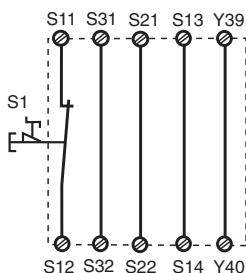
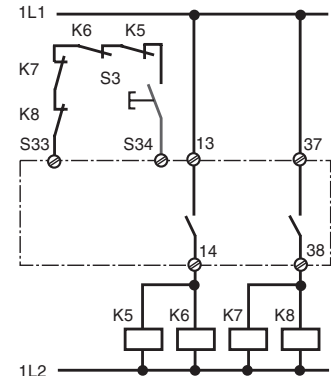

Fig. 2: Eingangskreis einkanalig, automat. Start/Single-channel input circuit, automatic reset/Commande par 1 canal, validation automatique
Fig. 10: wie Fig. 9 mit überwachtem Start/connection for contactors/relays and monitored reset/comme Fig. 8 avec surveillance du poussoir de validation
In Fig. 2 ... Fig. 10 sind Anschlussbeispiele für NOT-AUS-Beschaltung mit automatischem und überwachtem Start, Schutztüransteuerungen sowie Kontaktvervielfachung durch externe Schütze.
- Fig. 2 und 7: **keine** Verbindung S33-S34
- Fig. 2: Beachten Sie: Das Gerät startet bei Spannungsausfall und -wiederkehr automatisch. Verhindern Sie einen unerwarteten Wiederanlauf durch externe Schaltungsmaßnahmen.
In Fig.2...Fig. 10 are connection examples for Emergency Stop wiring with automatic and monitored reset. Safety gate controls as well as contact expansion via external contactors.
- Fig. 2 and 7: S33-S34 **not** connected
- Fig. 2, please note: The device starts automatically after loss of power. You should prevent an unintended start-up by using external circuitry measures.
Les figures 2 à 10 représentent les différents câblages possibles du PNOZ XV2.1 à savoir: poussoir AU avec réarmement automatique ou auto-côntrolé, interrupteurs de position et augmentation du nombre des contacts de sécurité par contacteurs externes.
- Fig. 2 et 7: **pas** de câblage sur S33-S34
- Fig. 2: Dans le cas, l'appareil se réarme automatiquement après une coupure et une remise sous tension. Evitez tout risque de redémarrage par un câblage externe approprié.